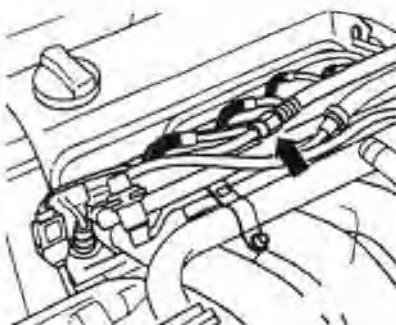
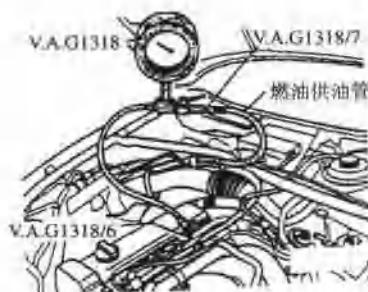
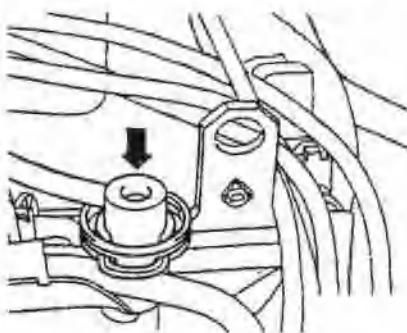

图 2.16 松开压力调节器管接头
图 2.17 将压力测试仪连接在供油管和分配管上
图 2.18 拔下燃油压力调节器的真空管
① 如图2.16中箭头所示，松开管接头，并用抹布将溢出的燃油吸去。如图2.17所示，用适配器V.A.G1318/6和V.A.G1318/7将压力测试仪V.A.G1318连接在燃油供油管和分配管上。
② 打开压力测试仪的截止阀，手柄指向燃油流动方向。启动发动机并以怠速运转，燃油压力允许值为350kPa。
③ 如果燃油压力达到允许值，继续进行检查。如图2.18中箭头所示，拔下燃油压力调节器的真空管，燃油压力至少应升高到400kPa左右，关闭点火开关。检查燃油压力调节器的密封性和保持压力，观察压力表的压力值，在10min后，必须大于200kPa。